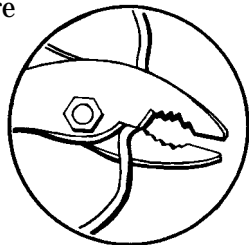

Fig. 12
- Use them to bend or cut wire or to straighten a bent nail (Fig. 12).
■ Use las pinzas para doblar o cortar alambre o para enderezar un clavo doblado (Fig. 12).